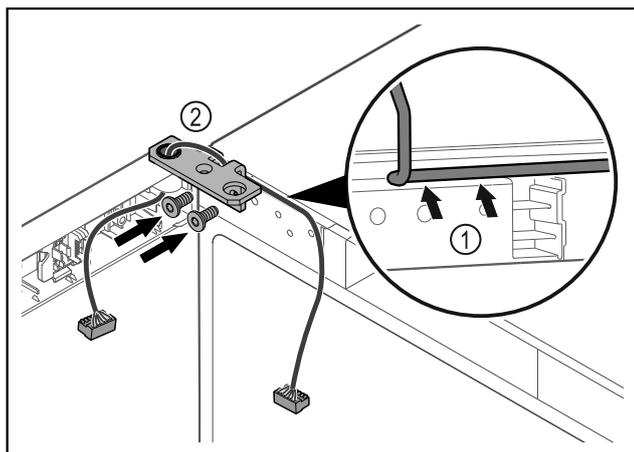

Fig. 43
- ▶ Provedite kabel kroz izrez na kutnoj šarci i oprezno ga položite Fig. 43 (1).
- ▶ Navrnite kutne šarke Fig. 43 (2).